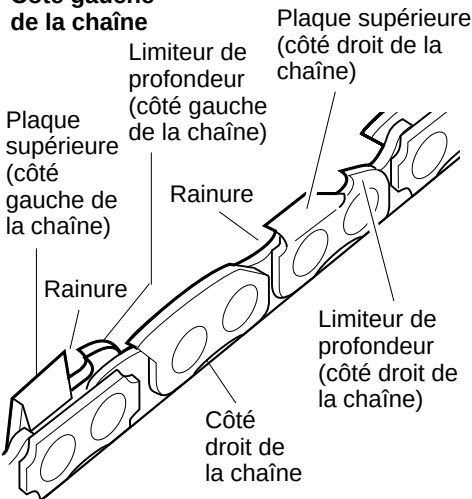

Figure 20 - Emplacement des pièces de la chaîne
3. Enfoncer la lime ronde de 4 mm (5/32 po) (attachée au guide lime) dans la rainure, entre la plaque supérieure et le limiteur de profondeur sur la chaîne. Le guide lime doit reposer sur la plaque supérieure et sur le limiteur de profondeur. (Voir les figure 19 et figure 20, page 14.)